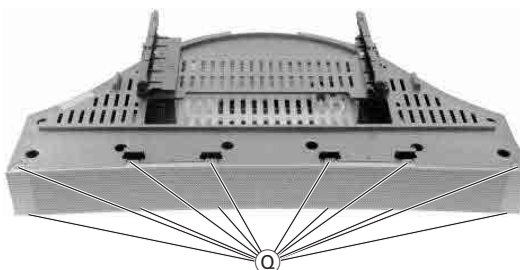

Fig. 14
- Lautsprechergitter durch Lösen der Rastnasen **Q** abnehmen (Fig. 14).
- Detach the loudspeaker grille by disengaging the catches **Q** (Fig. 14).